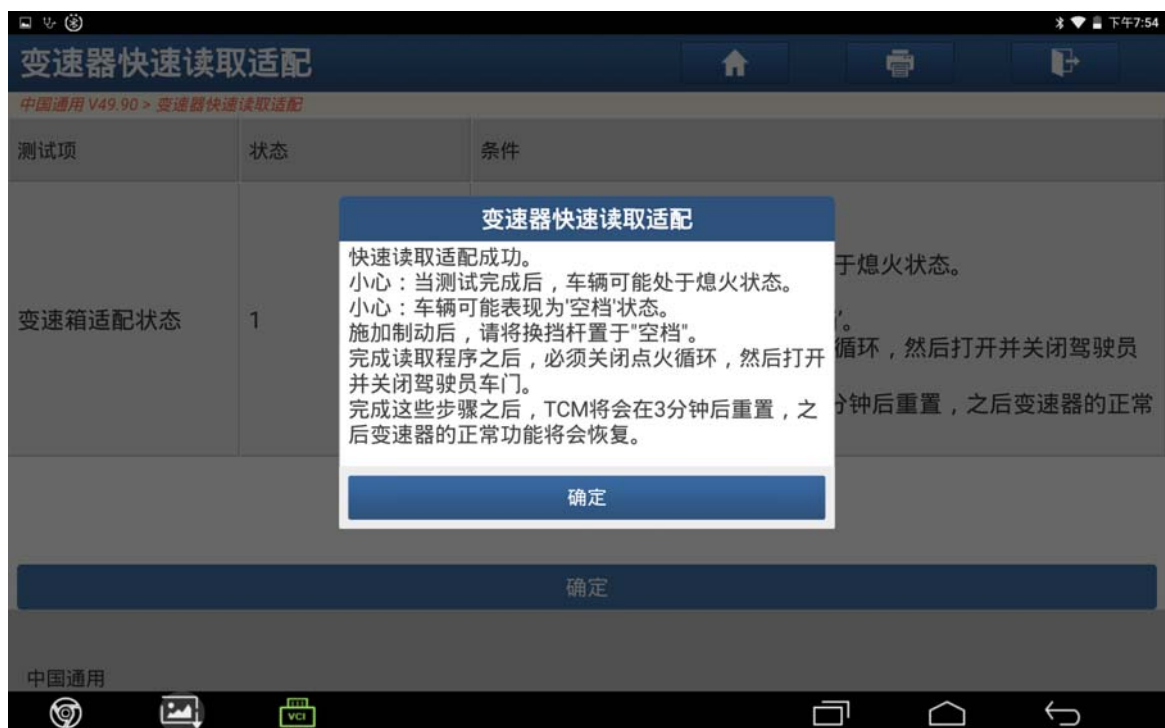

图 28
28). 等待条件满足，满足后提示快速读取适配成功，点击“确定”，如图 28；